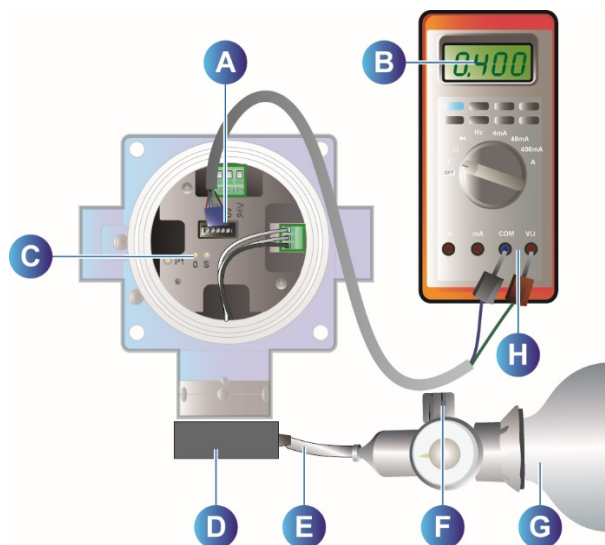

Figure 14 : réglage du zéro (OLCT 100).
2. Insérer les fiches vertes et bleues du cordon de mesure respectivement dans les bornes + et - du multimètre (Figure 14, rep. H).
2. Insérer les fiches vertes et bleues du cordon de mesure respectivement dans les bornes + et – du multimètre (Figure 14, rep. H).